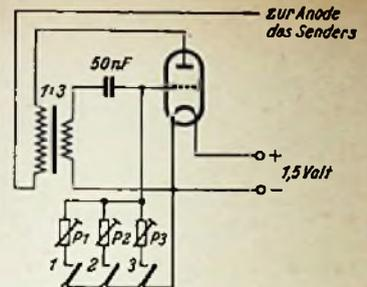

Bild 3. Modulationsstufe für drei Tonfrequenzen
Deutsche Modellsportler haben bisher entweder englische Seriengeräte (ED)¹⁾ oder auch Selbstbaugeräte verwendet. In letztere wurden oft die Röhren RL 2,4 T 1, RL 2,4 T 4 und LS 2 eingebaut. Die Ausgangsleistung dieser Sender beträgt 1,5 bis 4 Watt und genügt den Ansprüchen der Modellsportler. Bei Verwendung tonmodulierter Anlagen wird der HF-Stufe meist nur eine einfache Modulationsstufe beige-schaltet (Bild 3 und 4).